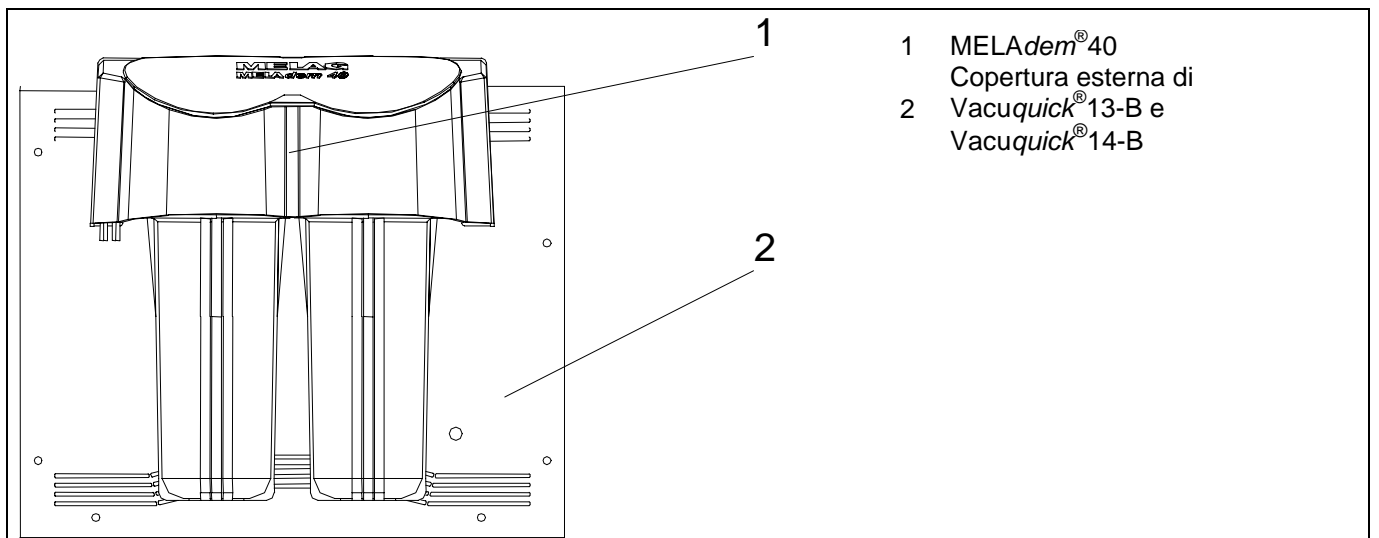

Fig. 9: Posizione corretta del MELAdem® 40 su Vacuquick® 13-B / Vacuquick® 14-B
7. Applicare il MELAdem[®]40 verticalmente dall'alto, e farlo scorrere verso il basso, finché l'involucro del MELAdem[®]40 si blocca sui dispositivi di montaggio. Vedere Fig. 9 per la posizione finale.